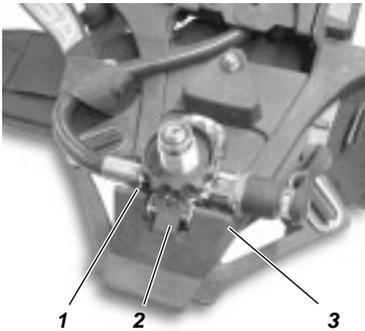
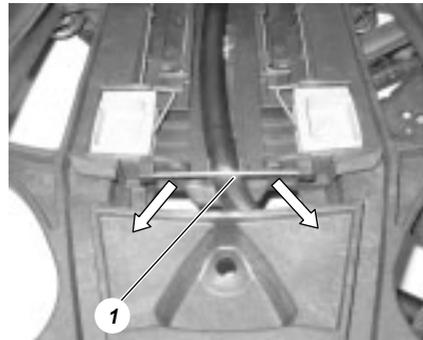

Bild 17 Druckminderer entfernen
Bild 18 Schlauch entfernen
- (4) Schulterpolster in den seitlichen Führungsschlitzen der Verstellplatte in unterste Position schieben, Knöpfe leicht nach außen anwinkeln und aus der Führung herausnehmen.
- (5) Schulter- und Hüftgurte aus der Trageplatte ausknöpfen.
- (6) Arretierstift (→ Bild 18) der Mehrkammerleitung schräg nach unten drücken und entfernen.
- (7) Gleiches auf der anderen Seite der Trageplatte vornehmen.
- (8) Mehrkammerleitung aus der Führung auf der Trageplatte herausnehmen.
- (9) Achse (3) in Halterung des Druckminderers herausdrücken (→ Bild 17).
- (10) Druckminderer von der Trageplatte entfernen, dabei die Rastfeder (2) **nicht** hoch drücken.